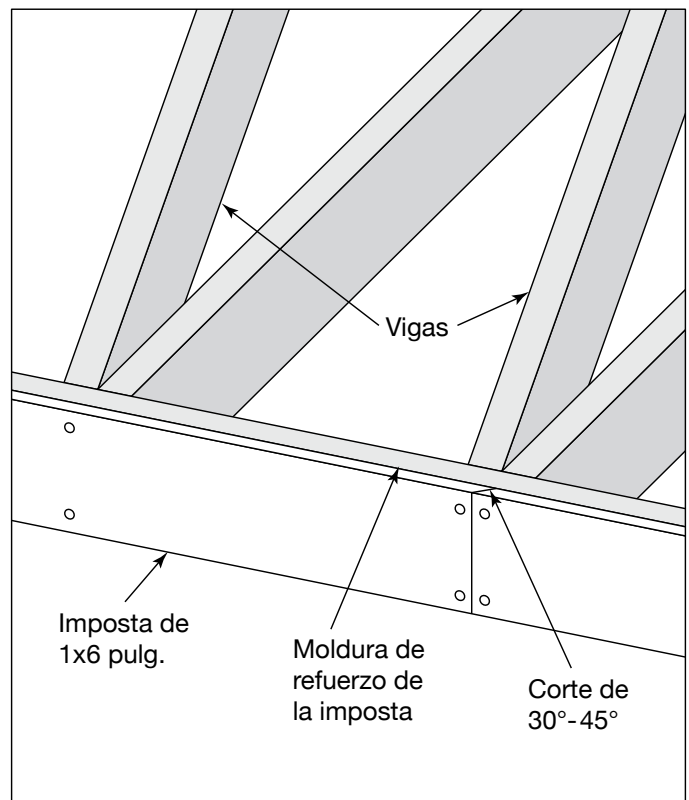

Fig. 8
- Clave los tramos de moldura en su lugar a una distancia máxima de 2 pulg. del borde de la moldura usando clavos aprobados (Fig. 8).
- En hileras largas de moldura, use juntas a tope en ángulo de 30 o 45 grados (Fig. 8).